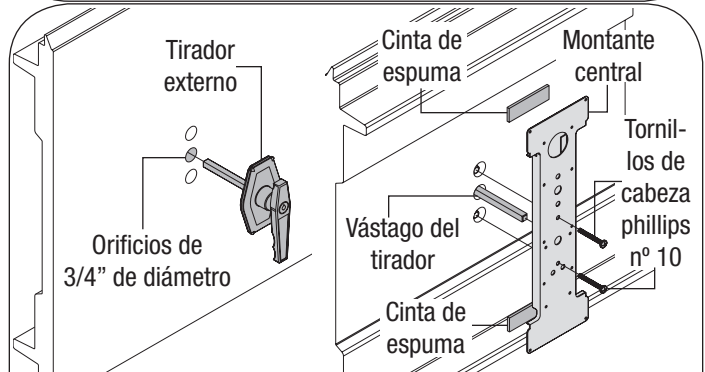

FIG. 5
EN LAS PUERTAS DE LA 5120/5145/6100/8300/8500/9700/9800/9100/9405/9600 Y DE MADERA, (VER FIG. 5): Alinee el conjunto del tirador externo con el tirador orientado hacia el piso e inserte el conjunto a través de los orificios de 3/4" de diámetro previamente taladrados en la sección. Con la cerradura externa ubicada en la sección, coloque el montante central de la cerradura sobre el vástago del tirador externo de la cerradura, asegure el montante central de la cerradura con cinta de espuma (las puertas de las 8300/8500/8700/9800/9700 y de madera usarán la placa de apoyo de la cerradura sin cinta de espuma). Asegure el tirador externo de la cerradura a la sección colocando los (2) tornillos de cabeza Phillips N° 10 a través del montante de la cerradura y hasta la sección de la cerradura.